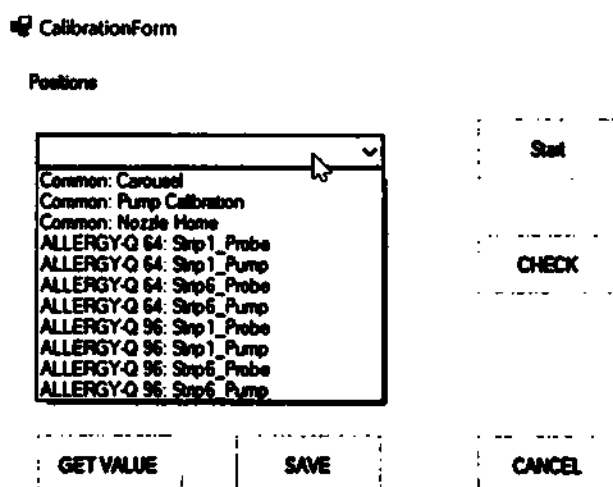

Рисунок 25
9.5.4.2 Если вы щелкните раскрывающееся меню в области «Позиции / Positions», вы можете проверить списки калибровок [Рисунок 25].
9.5.4.3 Выберите один из списков калибровки и нажмите кнопку «Пуск / Start» [Рисунок 25].